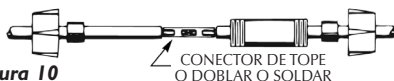

Figura 10
6. Introduzca el extremo del cable en el conector de tope y doble (consulte la figura 10). Asegúrese de que los colores del cable y del hilo del motor coincidan.